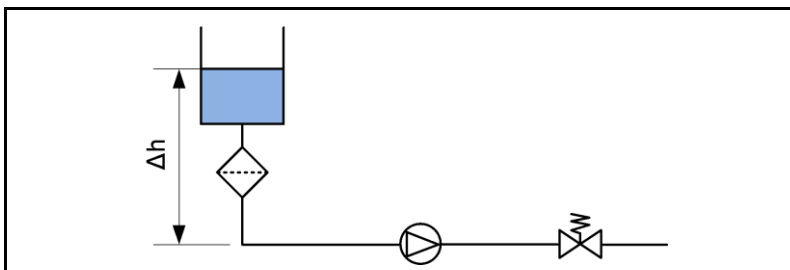

Fig. 68: Montage vérification de pression
1. Monter le système conformément à Fig. 68.